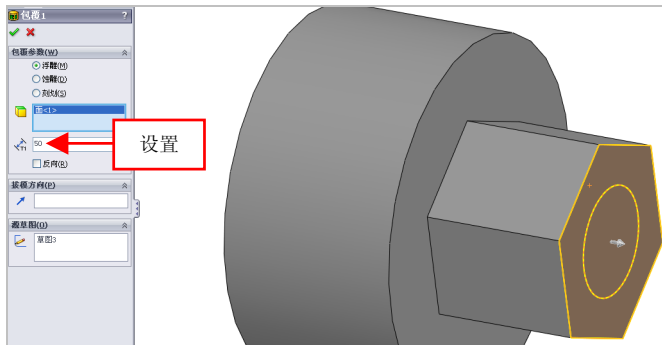

图 5-57 设置参数值
(3) 弹出【信息】属性管理器，选择草图对象，弹出【包覆 1】属性管理器，选择多边形的外表面，设置【厚度】为 50，如图 5-57 所示。